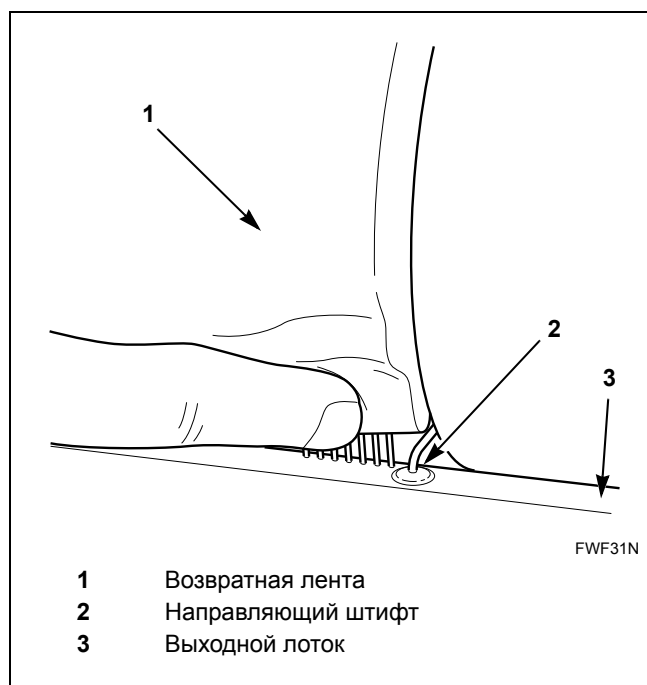

Рис. 32
13. Убедитесь, что новая возвратная лента расположена между направляющими штифтами выходного лотка спереди машины. См. Рис. 32.